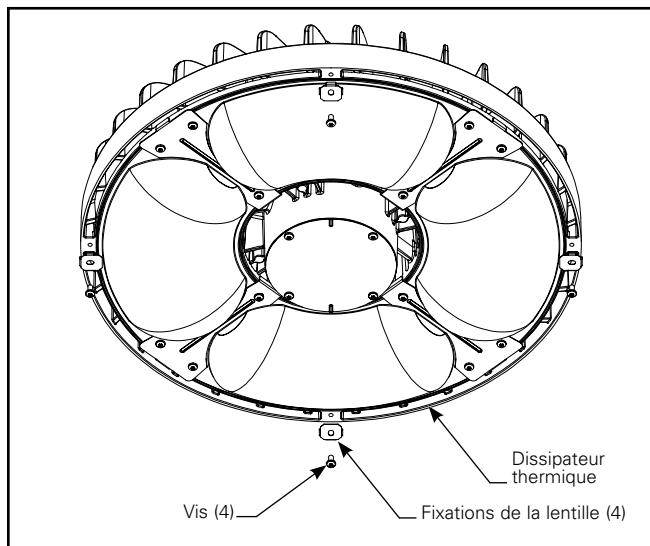

Figure 1.
1. Retirez les **4** vis et fixations de la lentille du dissipateur thermique, comme illustré à la Figure 1. **Ne les jetez pas.**